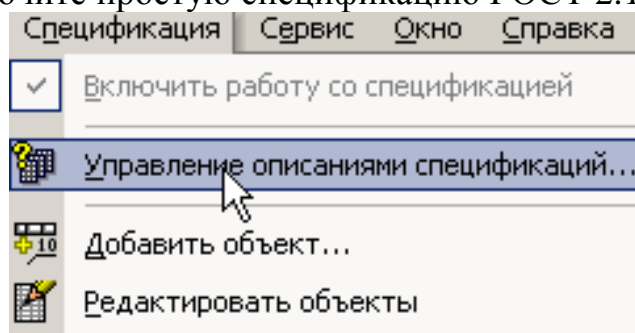

Рис. 43
2. Подключите к сборочному чертежу описание спецификации, выполнив команду **Спецификация – Управление описаниями спецификаций**, рис. 43. Подключите простую спецификацию ГОСТ 2.106-96.